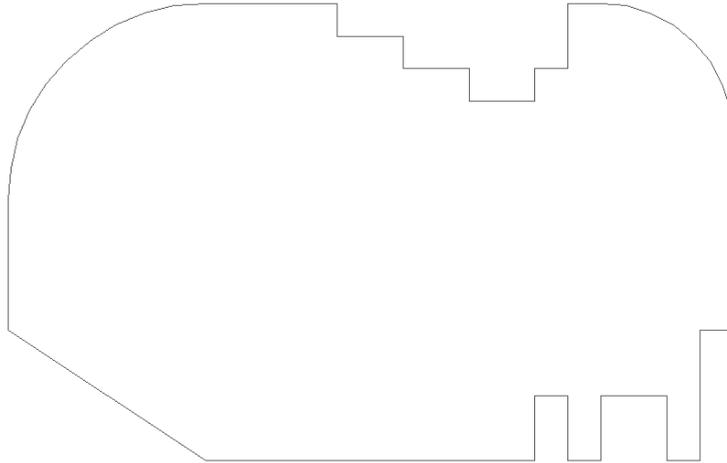

Рисунок 6.Выполнение скругления
6. С помощью кнопки  «Скругление» выполним скругления радиусами 30 и 20 мм соответственно в левом и правом верхних углах контура пластины, как показано на рис. 6: